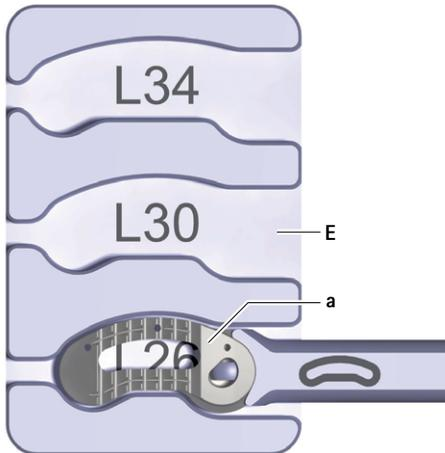

Fig. 9 Implantat i påfyllningshållaren
- ▶ Lägga implantatet **a** i påfyllningshållaren **E**, se Fig. 9. Ta hänsyn till implantatlängden (text på påfyllningshållaren: L26/L30/L34).